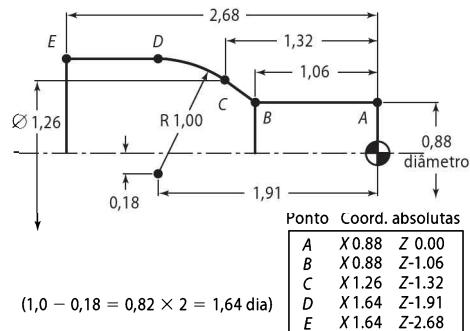

Figura 1-65 Resposta para as Questões 4 e 6.
4. Veja a Figura 1-65.
6. Veja a Figura 1-65.